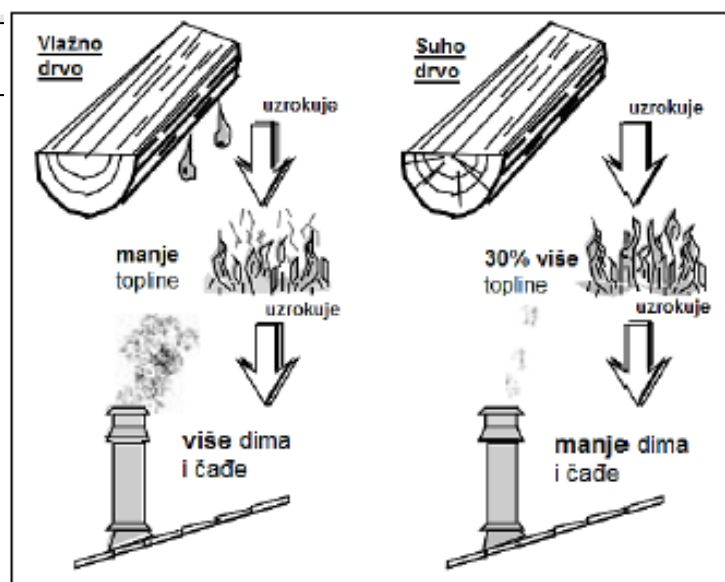

Abbildung 8 - Brennstoffdarstellung
2. Herabnahme der Maske unterhalb der Backofentür - Abbildung 8.